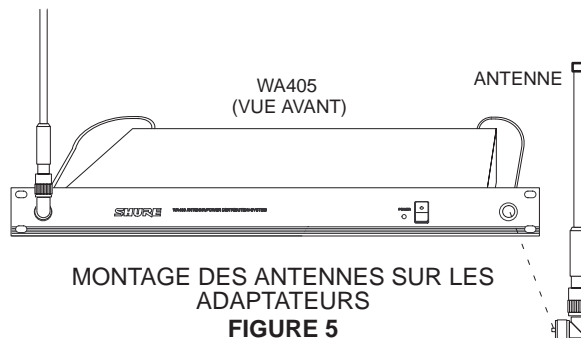

FIGURE 5
3. Monter les antennes sur les adaptateurs traversants qui dépassent du panneau avant. Voir la figure 5.